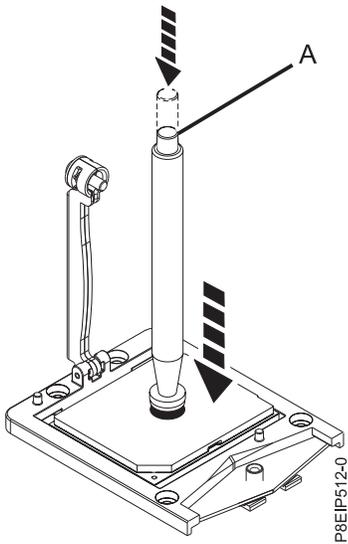

Abbildung 50. Vakuurstift am Systemprozessormodul befestigen
8. Senken Sie den Vakuumstift auf das Systemprozessormodul ab. Drücken Sie das obere Ende des Stiftes ganz herunter (**A**) und halten Sie den Stift im Zentrum des Systemprozessormoduls (siehe Abb. 50 auf Seite 50). Lassen Sie das obere Ende des Stiftes los, um den Stift am Systemprozessormodul zu befestigen.